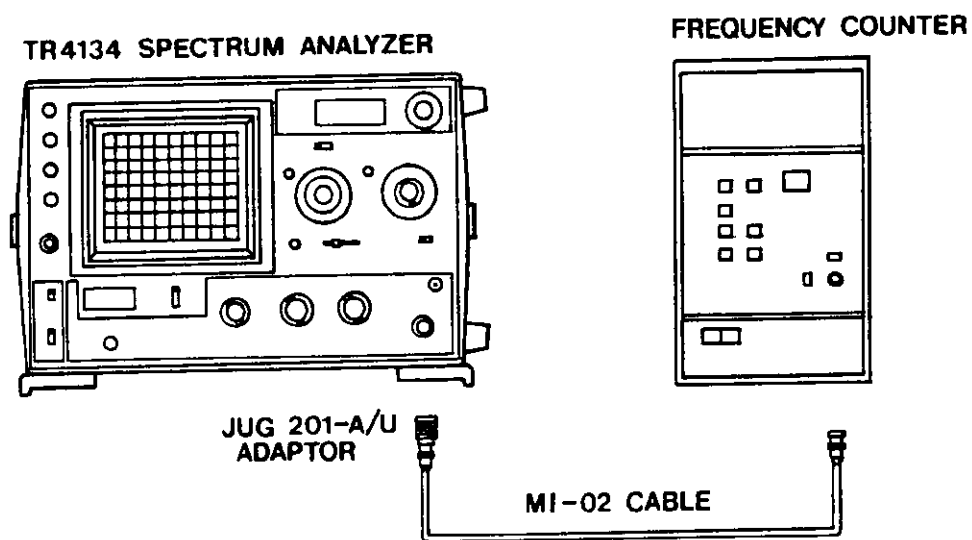

図5-9 CAL. OUT 周波数精度の試験
1. 本器の **CAL. OUT.** を周波数カウンタの入力に接続します。〔図5-9〕